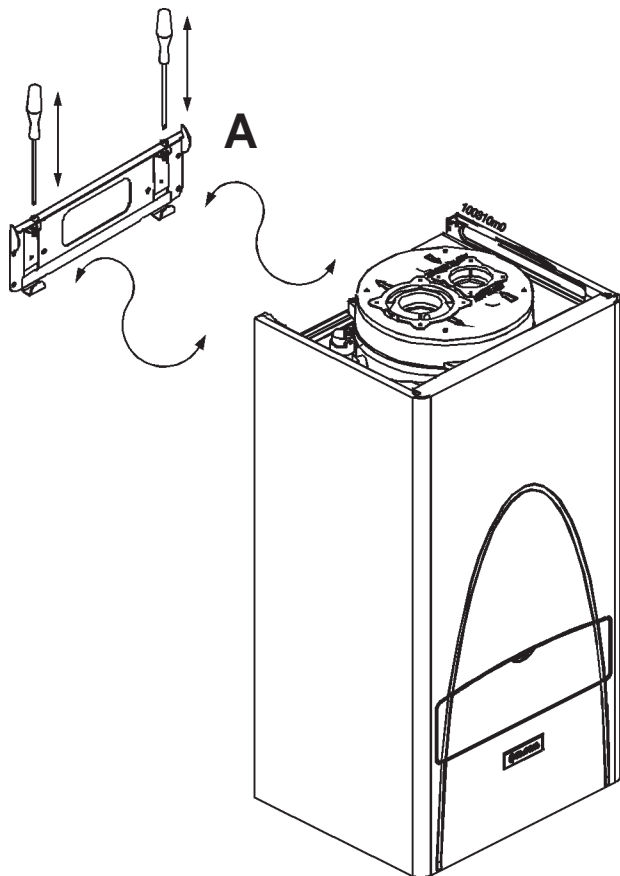

Figura 5 - Piastra regolabile di sostegno
- fissare la staffa di sostegno A (vedi figura 5), alla parete, con le viti dei tasselli a corredo;
- appendere la caldaia alla staffa A (vedi figura 5);